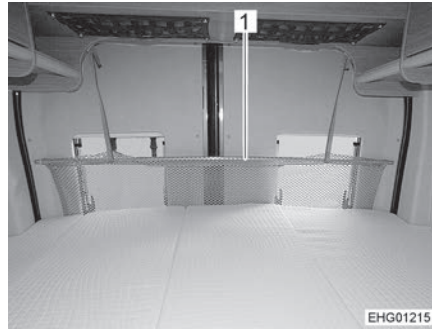

Bild 73 Herausfallschutz (Längsheckbett)
- ▷ Die Fenster der Hecktüren sind mit einem Herausfallschutz (Bild 73,1) ausgestattet.